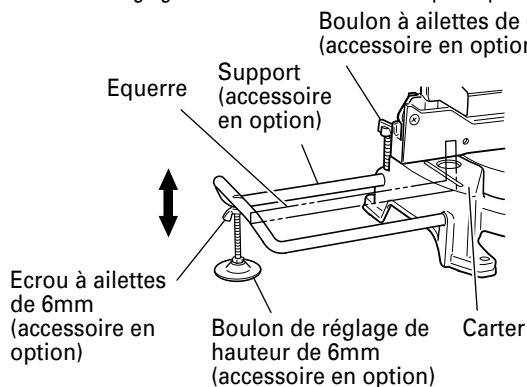

Fig. 10
- (1) Comme indiqué à la Fig. 10, utiliser une équerre en acier pour aligner le bord supérieur des supports sur la surface du socle. Desserrer l'écrou à ailettes de 6mm. Tourner un boulon de réglage de hauteur de 6mm, et régler la hauteur du support.
- (2) Après le réglage, serrer à fond l'écrou à ailettes et fixer le support avec le boulon à ailettes de 6mm (accessoire en option). Si la longueur du boulon de réglage de la hauteur de 6mm est insuffisante, insérer une plaque mince dessous. S'assurer que l'extrémité du boulon de réglage de la hauteur de 6mm ne dépasse pas du support.